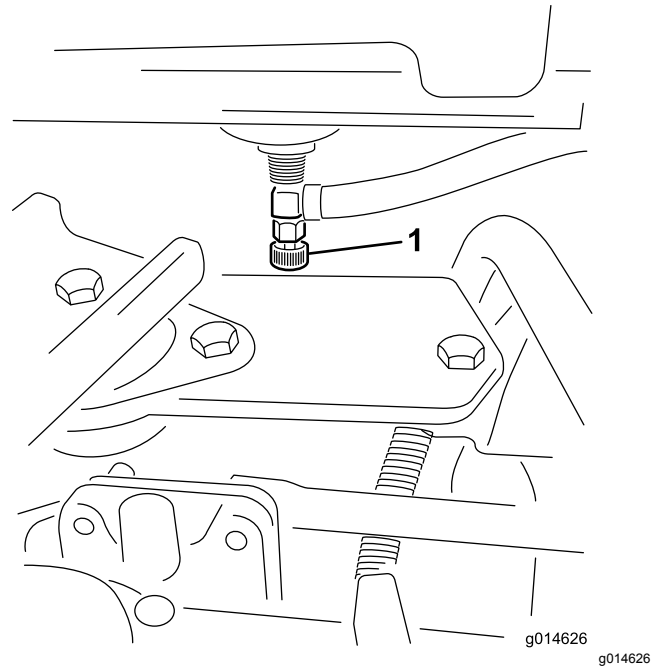

Figure 44
1. Fermez le robinet d'arrivée de carburant (Figure 44) sous le réservoir.